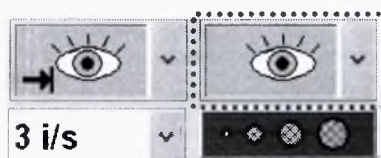

Рисунок 83
9.5.2.2.2 Выберите соответствующий режим (см. рисунок 83).